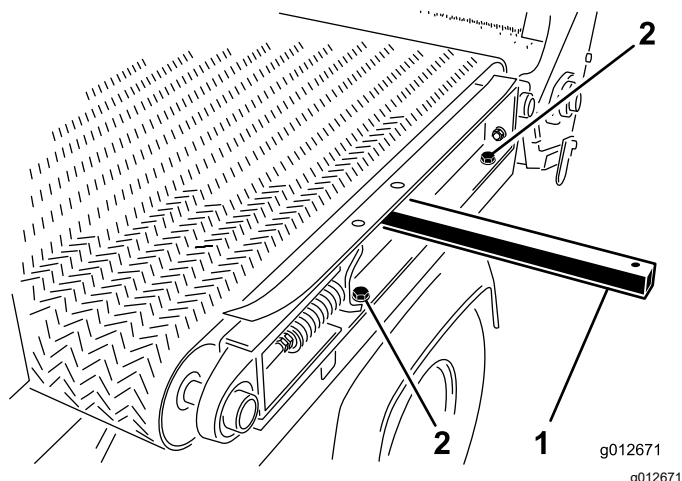

Figura 35
- A la izquierda de la máquina, monte el travesaño del bastidor deslizante en el guardabarros izquierdo (Figura 35) con los 2 tornillos y las 2 arandelas que retiró en Desmontaje de la plataforma deslizante (página 24) y apriete los tornillos.